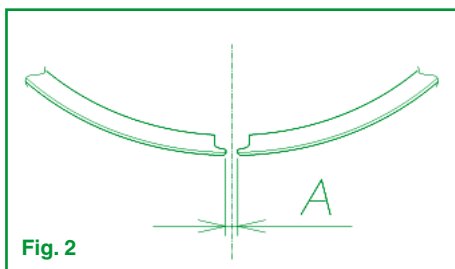

Fig. 2
- c – Con la ayuda de un calibre de espesores, medir la distancia entre el extremo del segmento (luz); luz mínima: $A = 0,15$ mm ver Fig. 2.